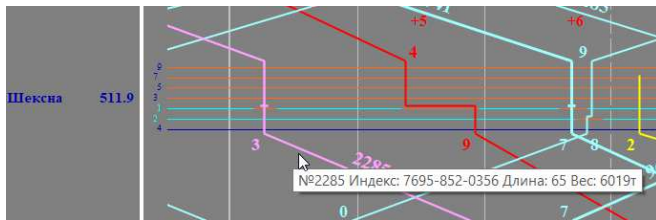

Рис.99. Нить с проследованием по 1 пути станции
2. Выбрать нить на поездном событии, которое необходимо отредактировать (см. рис. 99).